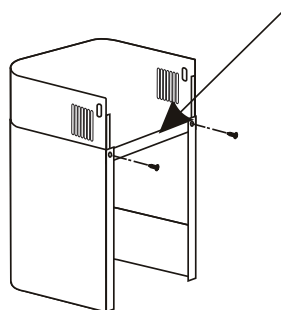

Bild. 4
- Fixera den plana konsolen bakom den lägre kanalen (del C, bild 4).